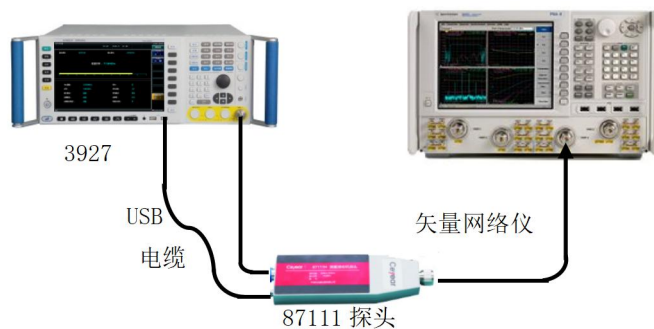

图8.7 电压驻波比测试示意图
- 4) 完成校准之后, 从校准电缆上取下校准件, 将测量接收机探头接矢网完成校准的端口, 如图8.7所示。